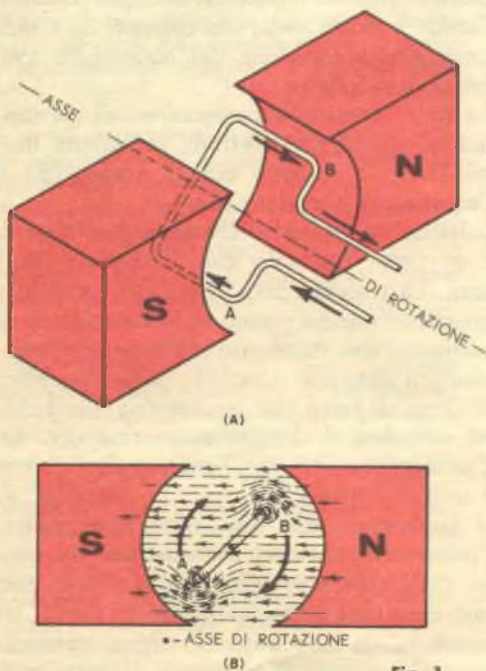

Fig. 1
Il circuito finale, come illustrato in Fig. 1, è stato collegato ad un piccolo giradischi stereofonico portatile; per SO1 e PL1 sono stati usati rispettivamente un zoccolo e una spina tripolare. La spina, il jack J1 e i potenziometri R1 e R2 sono sistemati in una scatola di alluminio delle dimensioni di  $10 \times 6 \times 4 \text{ cm}$ .
**Scelta del collegamento** - Numerose sono le disposizioni per ottenere i due controlli di livello distinti; oltre a quella illustrata in *fig. 1*, sono state provate quelle presentate in *fig. 2* e in *fig. 3*.
La disposizione finale (*fig. 1*) è stata quella delle due cuffie poste in serie con le due uscite dell'amplificatore: la musica raggiunge entrambe le orecchie e il "rumore bianco", che giunge pure alle due orecchie, si mescola ad essa; il livello di intensità di ciascuno dei due suoni viene controllato separatamente e di conseguenza non esiste influenza reciproca fra i due controlli di livello.
**L'equipaggio Weston** - La *fig. 1-A* illustra una semplice spira di filo sospesa tra i poli nord e sud di un magnete; la *fig. 1-B* è una sezione trasversale di questo dispositivo; le frecce indicano la direzione delle linee di forza del campo magnetico. Quando la corrente comincia a scorrere nel filo, intorno a questo si forma un campo magnetico (rappresentato dai piccoli circoletti) il quale si oppone al campo del magnete permanente, di modo che la bobina viene sollecitata a ruotare nel modo indicato in figura. Sic-